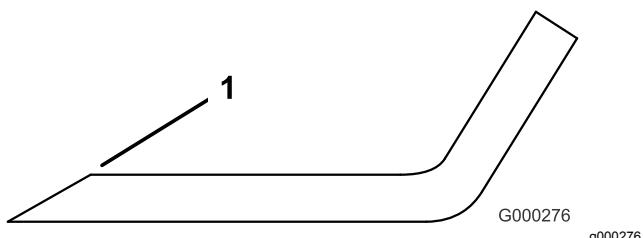

Figura 104
3. Inspeccione los filos de corte de todas las cuchillas, y afílelos si están romos o tienen mellas (Figura 104).
Nota: Afile únicamente la parte superior del filo y mantenga el ángulo de corte original para asegurar un filo correcto (Figura 104). La cuchilla permanece equilibrada si se retira la misma cantidad de material de ambos filos de corte.